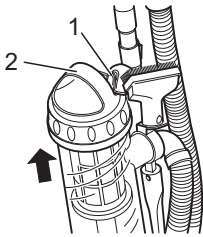

Abb. 17
1. Drücken Sie die Entriegelungstaste (Abb. 17/1) für den Staubbehälter und heben Sie den Staubbehälter am Griff (Abb. 17/2) nach oben aus dem Gerät.